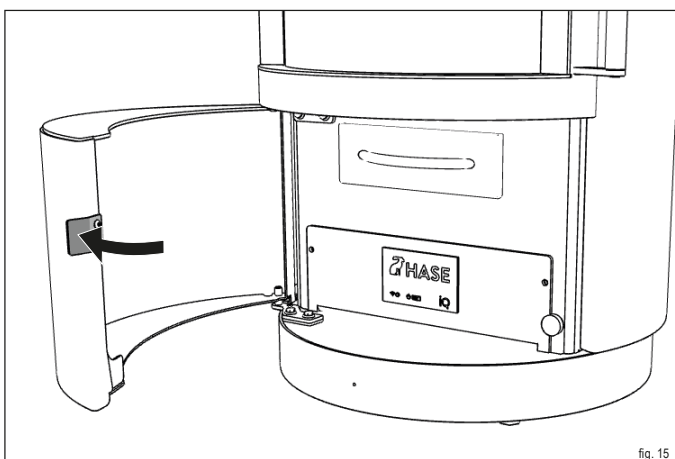

fig. 15
- Aprire lo sportello di controllo (fig. 15).